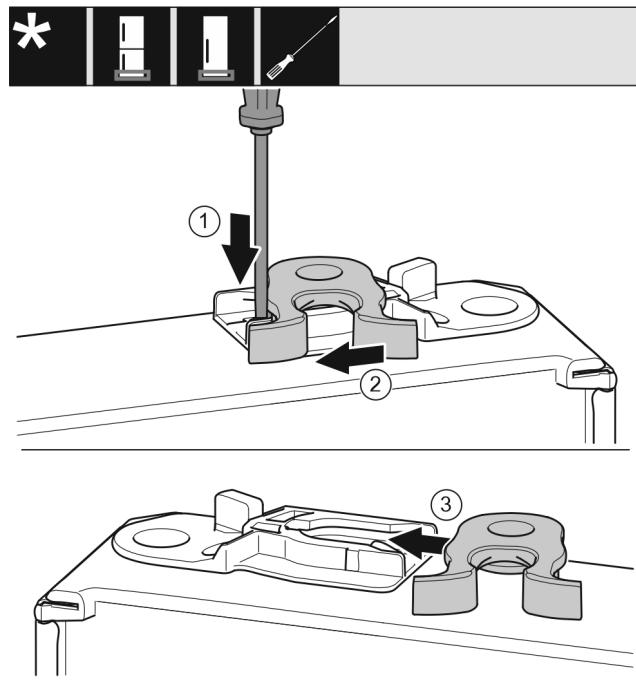

Fig. 31
- ▶ 用带槽螺丝刀向下按住接片 Fig. 31 (1)。
- ▶ 将锁钩 Fig. 31 (2)从导向装置拉出。
- ▶ 将另一侧的锁钩 Fig. 31 (3)推入导向装置。